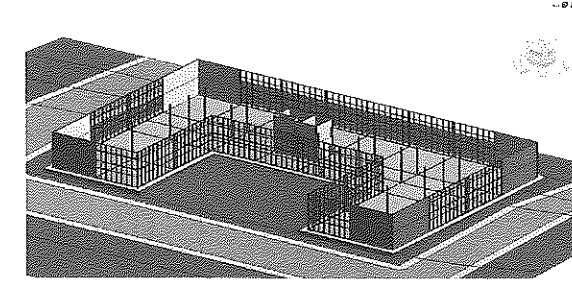

Figura A.60 – Elementos copiados para o Pav Tipo.
6. Mude para a vista 3D e visualize o resultado. Ele deve ser semelhante à Figura A.60.